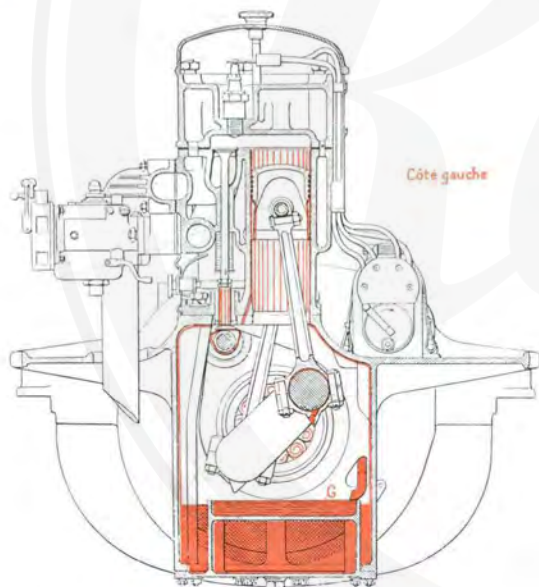

FIG. 2. — Coupe transversale du moteur 11 C.V.
**Moteurs 11 C.V.** (Figures 2, 3, 4). — L'orifice O de remplissage est situé à gauche sur le carter 11 C.V. qui contient 7 litres d'huile environ. Le carter 10 C.V. reçoit 4 litres d'huile par le reniflard situé sur le carter d'embrayage.